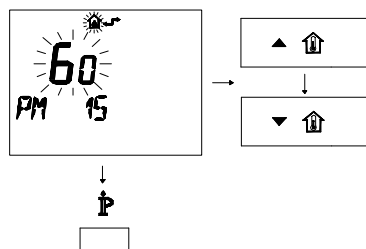

Figura 5.36
- Modificare il SET programmato agendo sui pulsanti \blacktriangle \uparrow o \blacktriangledown \uparrow fino a visualizzare un **set di 60**, aspettare che il numero programmato cominci a lampeggiare (Figura 5.36)